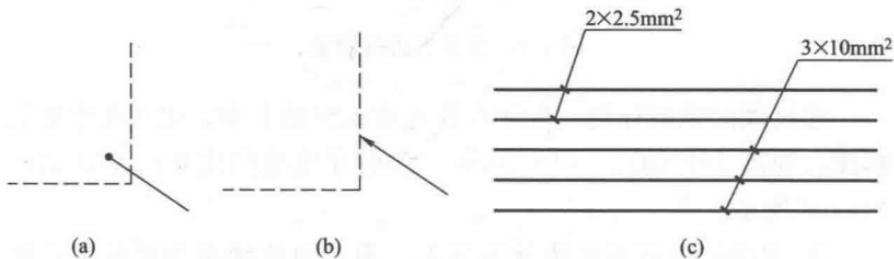

图 1-1 指引线的用法
① 指引线的用法。指引线用于指示注释的对象，其末端指向被注释处，并在某末端加注以下标记，指引线的用法如图 1-1 所示。若指在轮廓线内，用一黑点表示，如图 1-1 (a) 所示；若指在轮廓线上，用一箭头表示，如图 1-1 (b) 所示；若指在电气线上，用一短线表示，如图 1-1 (c) 所示，图中指明导线分别为 $2 \times 2.5 \text{ mm}^2$ 和 $3 \times 10 \text{ mm}^2$